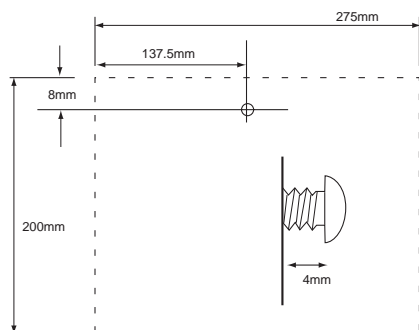

Figure 3
- Placer l'embase au mur (dans un endroit discret, mais facilement accessible), marquer le trou supérieur puis, percer celui-ci ( $\varnothing$  8 mm, profondeur 45 mm). Insérer une cheville et une vis. Celle-ci ne doit pas être serrée totalement, mais elle doit dépasser du mur d'environ 4 mm (voir fig.3).